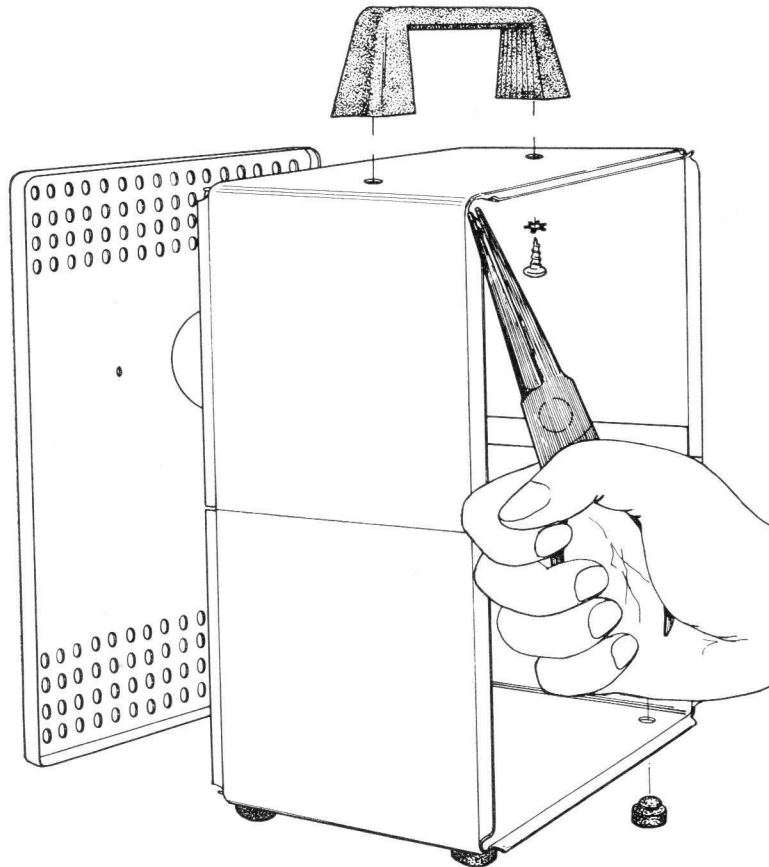

Figure 6. — Montage du coffret
- () Prendre le coffret métallique en se référant à la figure 6 et monter la poignée sur la partie supérieure en la fixant par l'intérieur avec les deux vis précédentes et les rondelles de blocage M4. Aucune difficulté ne doit maintenant se présenter pour le positionnement des vis.
- () En se référant à la même figure 6, placer les quatre pieds de caoutchouc sur la partie inférieure du coffret en vous aidant d'un petit tournevis.
- () A l'aide de pinces à longs becs, tordre légèrement les rebords du coffret pour atteindre le même plan que le coffret selon les indications de la figure 6. Cette opération assure un bon contact électrique entre le coffret et les panneaux avant et arrière.
- () Prendre le panneau arrière et le placer pour encastrer les rebords du coffret de la façon indiquée sur la figure 6. Vérifier que la découpe circulaire reste dans la partie supérieure du panneau. Laisser de côté l'ensemble du coffret ainsi préparé.